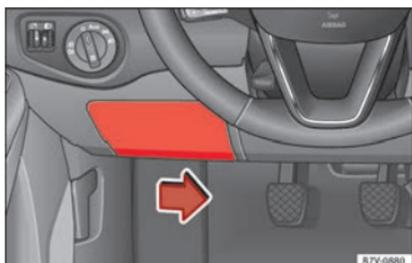

Fig. 58 Sur le tableau de bord côté conducteur : cache du boîtier de fusibles.
- Pour retirer le couvercle, déplacez vers la droite la manette d'actionnement située dans la partie inférieure de celui-ci » fig. 58.